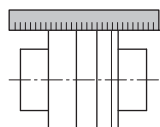

Fig. 12: Kontrol af den radiale tilpasning med en lineal
- Alternativt kan kontrollen af koblingens radiale tilpasning også udføres med en lineal (se fig. 12).